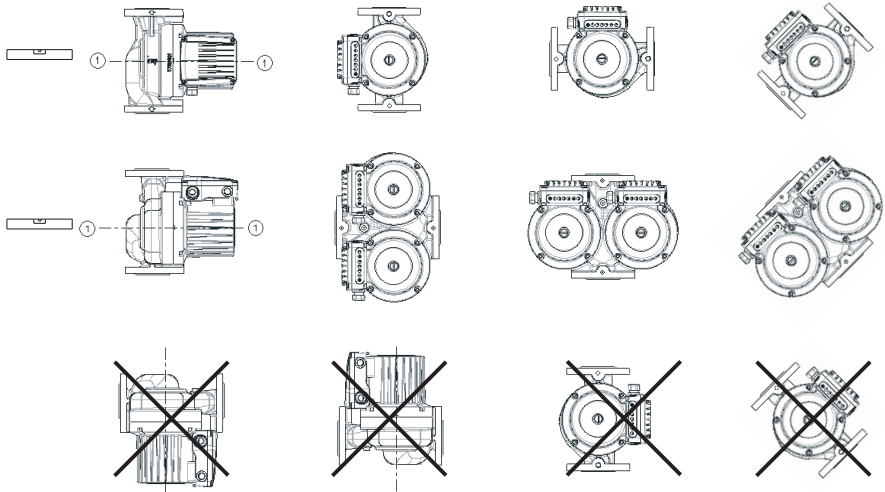

Fig.1
- Pompa trebuie să fie montată în sistemul de conducte cu axa pompei 1-1 în poziție orizontală (Fig. 1).